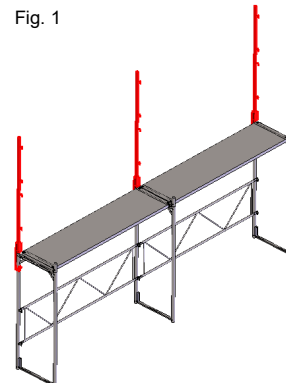

Fig. 2
2. Monter les supports (art. n°S559.200, supports pour 2 garde-corps, renforcés, avec colliers et encoches pour plinthes) et les fixer au cadre de l'échafaudage avec les colliers. (fig. 2)